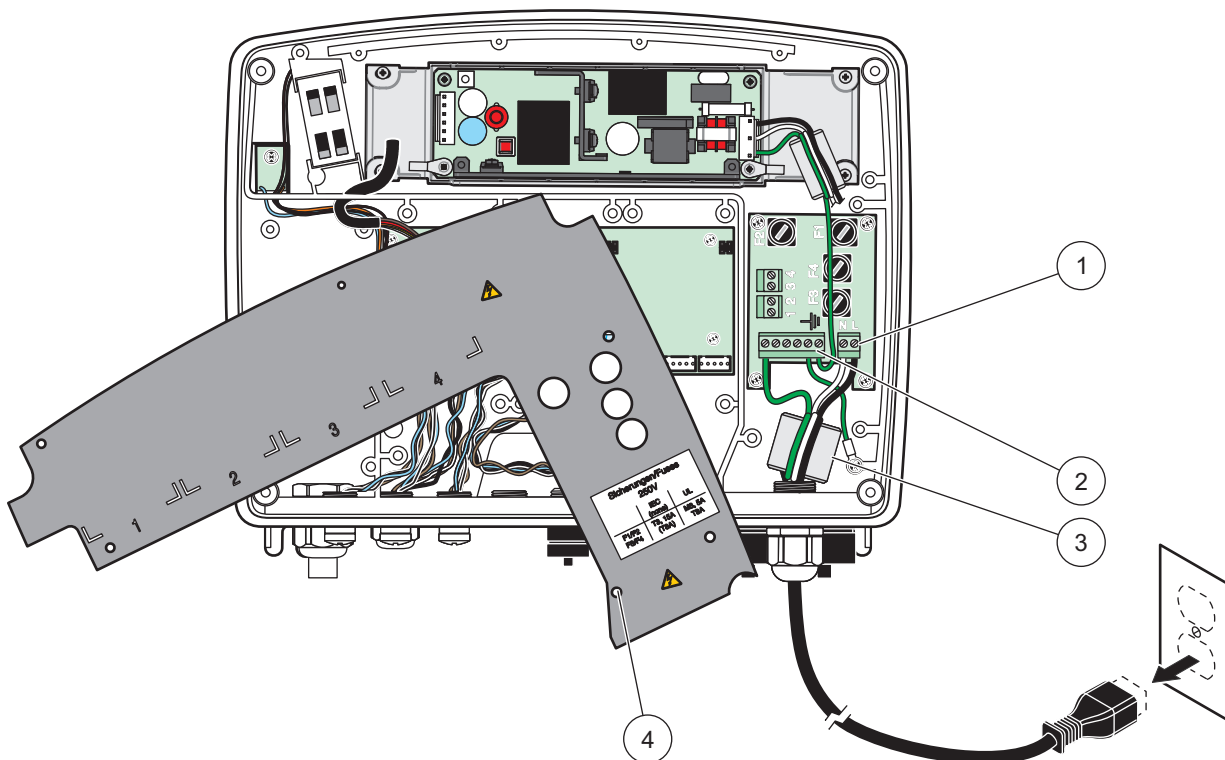
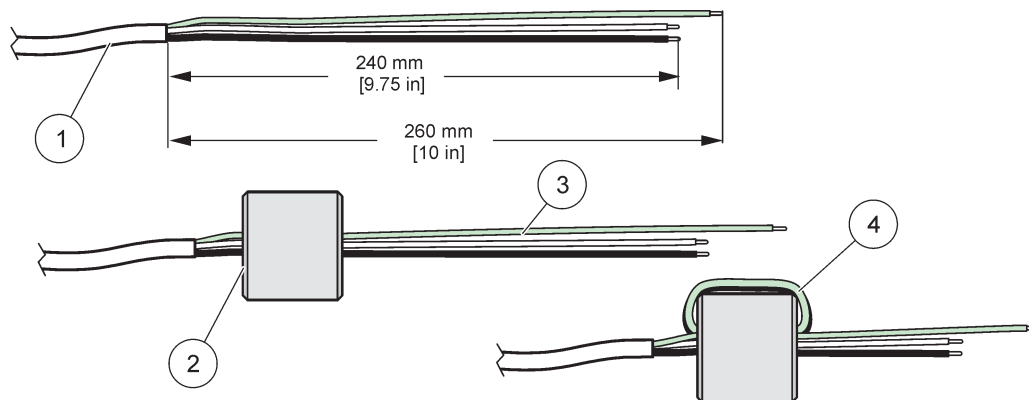

Figura 10 Ligação à corrente
Figura 12 Preparação adequada dos fios e cablagem do núcleo de ferrite
6. Retire o isolamento exterior do cabo 260 mm (10 pol.) (Figura 12). Encurte todos os fios, excepto o fio de ligação à terra 20 mm (0,78 pol.), para que o cabo de ligação à terra fique 20 mm (0,78 pol.) maior do que os outros cabos.
7. Passe o cabo de alimentação descarnado pelo núcleo de ferrite duas vezes (Figura 12) e passe o fio pelo terminal, como mostrado na Tabela 1 e Figura 10. Puxe cuidadosamente todas as inserções para se certificar de que a ligação está segura.
7. Passe o cabo de alimentação descarnado pelo núcleo de ferrite duas vezes (Figura 12) e passe o fio pelo terminal, como mostrado na Tabela 2 e Figura 16. Puxe cuidadosamente todas as inserções para se certificar de que a ligação está segura.